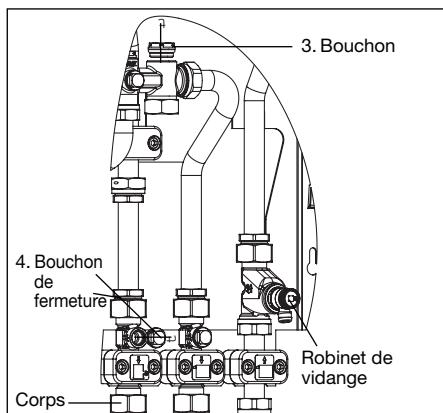

Fig. 6.2 Démontage des composants
2. Vidanger la station d'appartement «Regudis W» complète (par ex. à l'aide du robinet de vidange fig. 6.2).